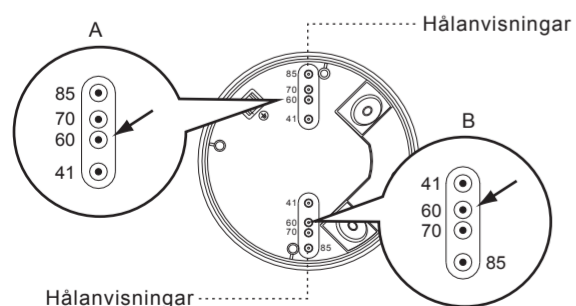

FIG.13-A
4.4.3.1 Det finns 4 par av hålanvisningar på kopplingsdosan med avstånd från 41 mm till 85 mm för olika monteringslämpningar (se FIG.13-A). Välj två likadana värden på båda sidor för rätt monteringsavstånd (se FIG.13-B).